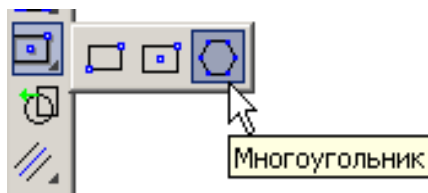

Рис. 9
6. Для построения правильного шестиугольника активизируйте на панели **Геометрия**  команду **Многоугольник**, рис. 9.